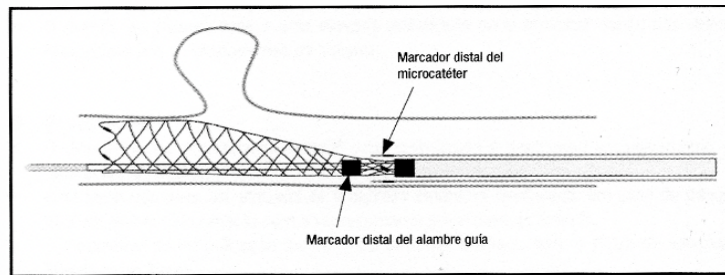

Figura 7: Posición del microcatéter, a partir de la cual ya no se puede recolocar el dispositivo Derivo®
- **En caso de que el marcador radiopaco distal del microcatéter se encuentre en la parte proximal del marcador distal del alambre guía, ya no será posible la recolocación. (Véase la figura 7).**